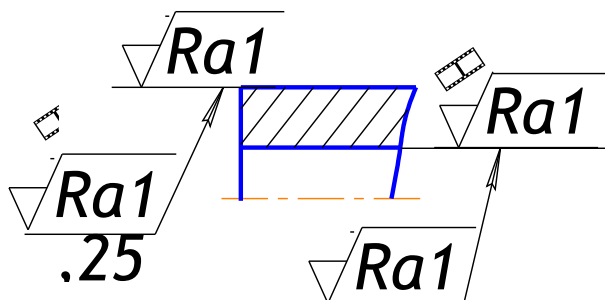

Рисунок 39
**Внимание!** Вершину знака всегда наносят с той стороны линии, изображающей поверхность, с которой можно эту поверхность видеть (рисунок 39).